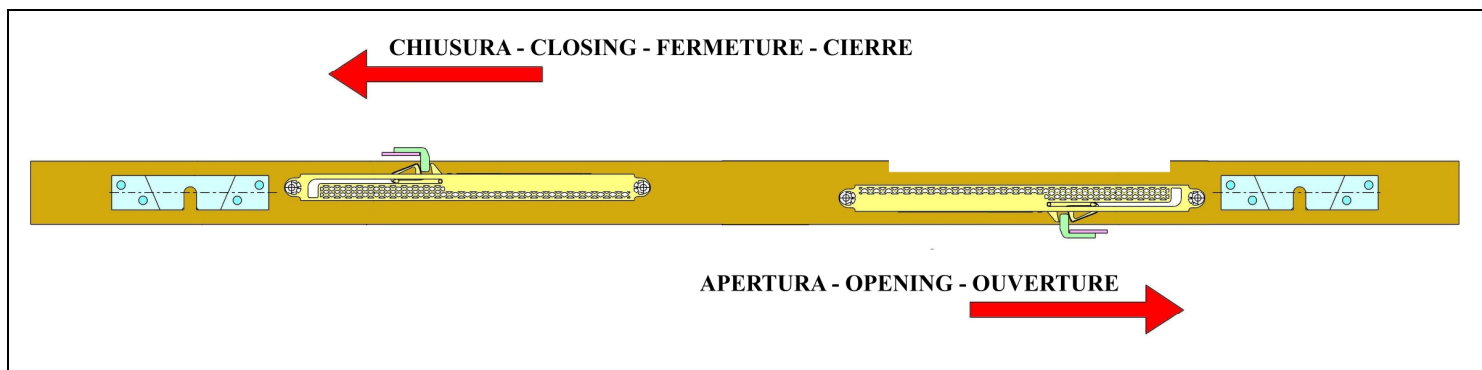

Fig. 8 Disposizione di due pistoni per rallentamento in chiusura e apertura
- Per rallentare l'anta in entrambi i sensi di apertura e chiusura utilizzare due pistoni affacciati ai lati opposti della porta secondo lo schema di Fig.8). Per il fissaggio utilizzare le stesse quote espresse nei punti precedenti.
- To slow the wing in both directions of opening and closing use the two pistons facing to the opposite sides of the door accordingly with the scheme of Fig. 8). For attachment use the same shares expressed in the precedent points.